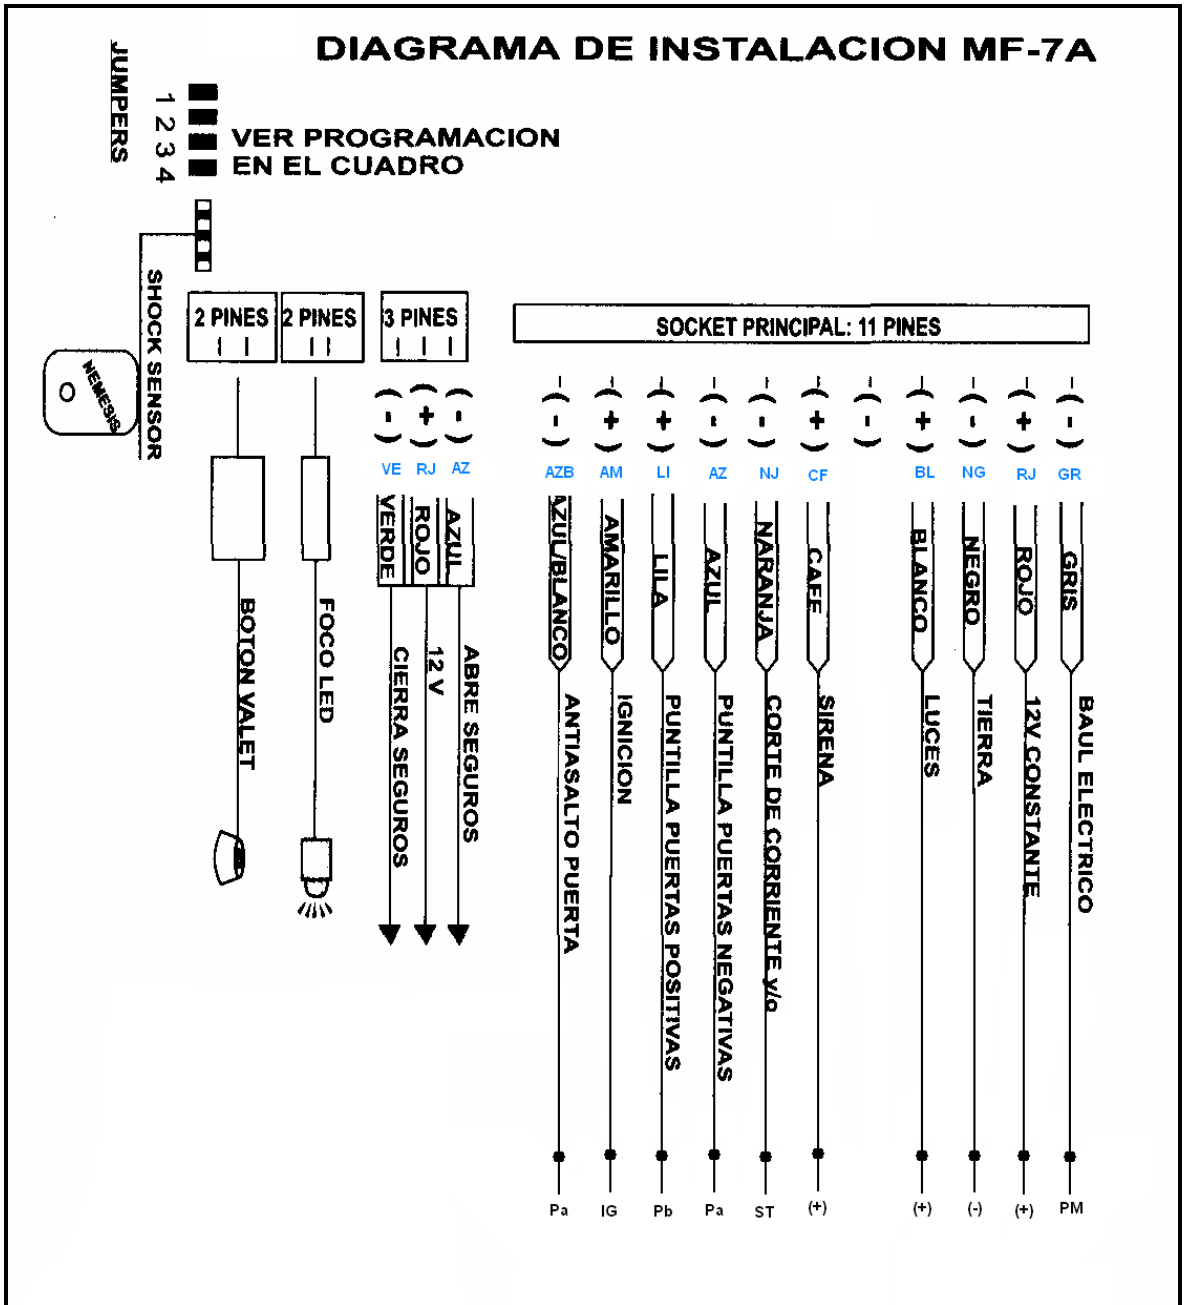

Figura 5.11. Diagrama de Conexión Alarma Némesis MF – 7A
- 4.1. Conecte el Circuito como se muestra en la figura 5.11.